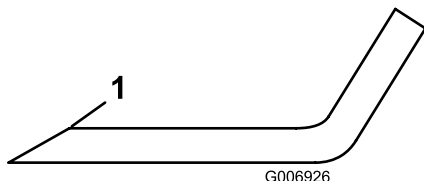

図 75
4. すべてのブレードについて、刃先を点検し、摩耗や欠けがある場合には研磨する。研磨は刃先の上面だけに行い、刃の元々の角度を変えないようにする **図 75**。